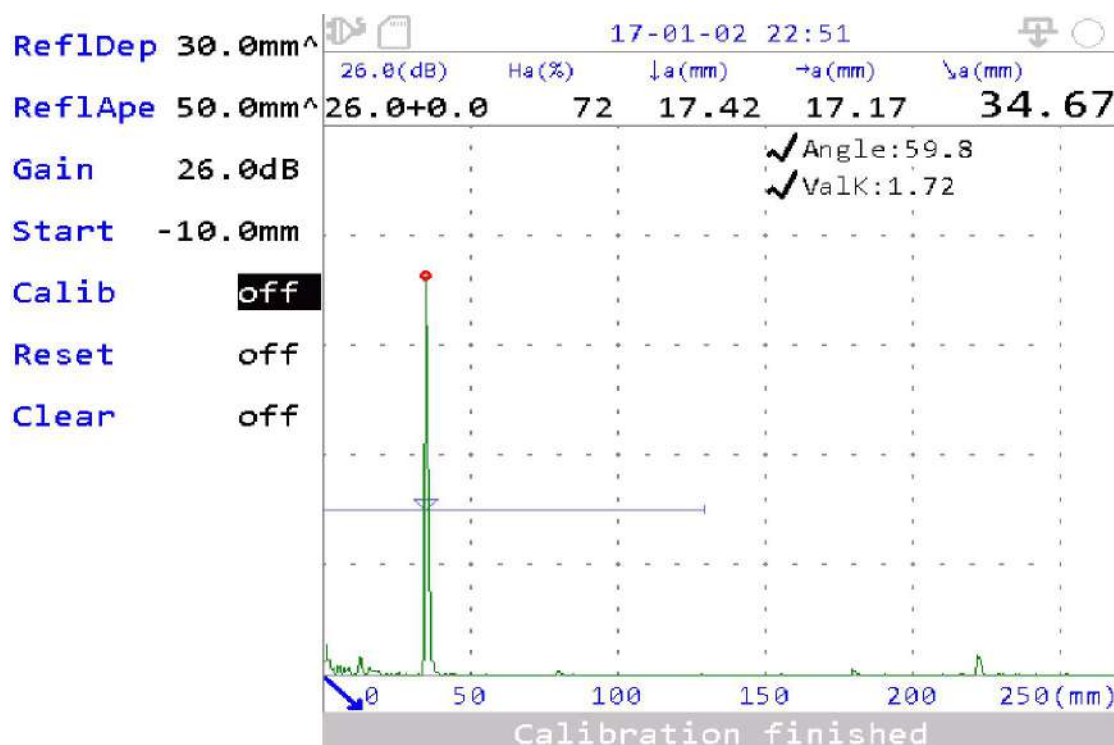

Fig. 2-13 Corrección del ángulo final
- 4) El sistema actualiza los valores de "Ángulo " y "Valor K" los muestra en la esquina superior derecha del área de forma de onda como se muestra en la Fig. 2-13 Ángulo final corrección. en V indica que la corrección del ángulo c a finalizado